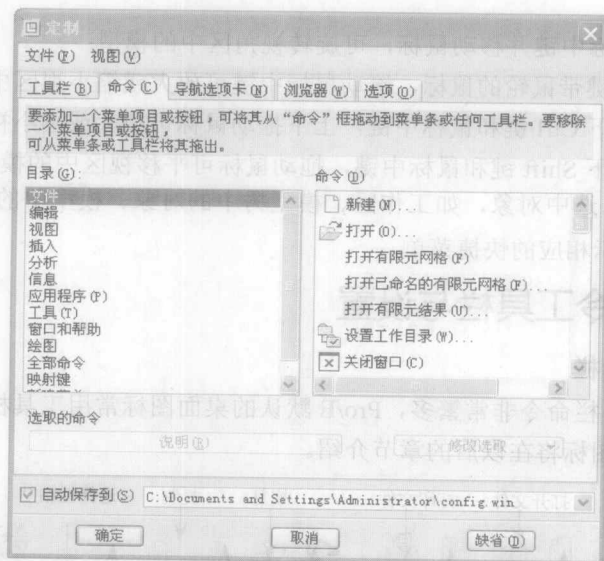

图 1-7 【定制屏幕】对话框
- 单击菜单【工具】→【定制屏幕】选项，出现定制屏幕对话框，如图 1-7 所示。
① **工具栏选项卡** 单击【定制屏幕】选项中的【工具栏】按钮，用于添加或删除工具栏。
② **命令选项卡** 单击【定制屏幕】选项中的【命令】按钮，用于将命令从一个位置移动到另一个位置，在 Pro/E 窗口中，单击并将工具栏按钮或菜单项拖动到同一（或不同）工具条或菜单内的不同位置。还可将整个菜单和工具栏从一个位置移动到另一位置。如果将命令从一个菜单或工具栏移动到另一个菜单或工具栏，则此命令被复制到新的菜单或工具栏，因此它在两处的工具栏或菜单中都存在。